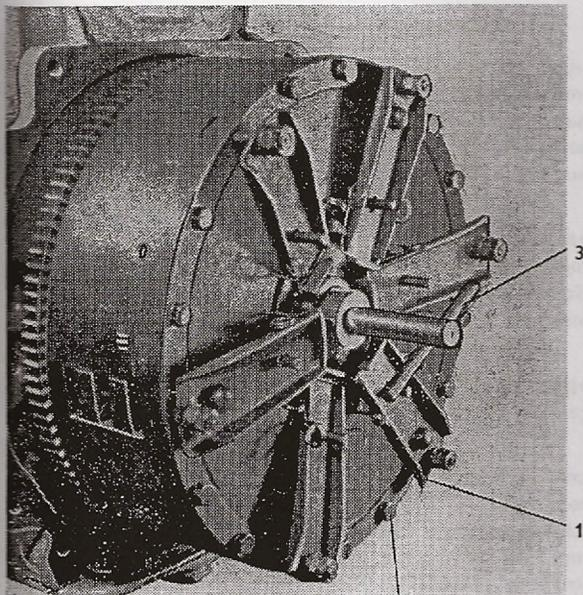

Fig. 52
1. Caler le levier de commande de l'embrayage d'avancement sur son extrémité courte (fig. 52/1).
2. Dévisser les douze boulons M 8X35 du plateau de fermeture (fig. 52/2) et retirer l'embrayage complet hors du volant moteur. Pour terminer, retirer le disque de l'embrayage d'avancement resté dans le corps du volant moteur.